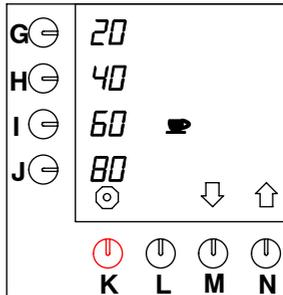

Fig. 35 Regolazione dei tasti di selezione preprogrammati per le tazze
- Premere il tasto di selezione (N.) $\uparrow$  fino a che sullo schermo viene visualizzato quanto illustrato nella fig. 35.